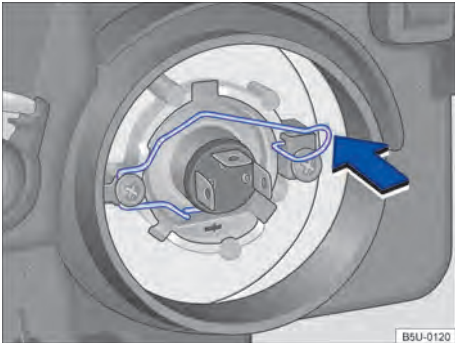

Fig. 179 Mola de travamento da lâmpada incandescente do farol baixo / alto.
5.	Comprimir a mola de travamento no sentido da seta ⇒ Fig. 179 e deslocá-la, para destravar a lâmpada.